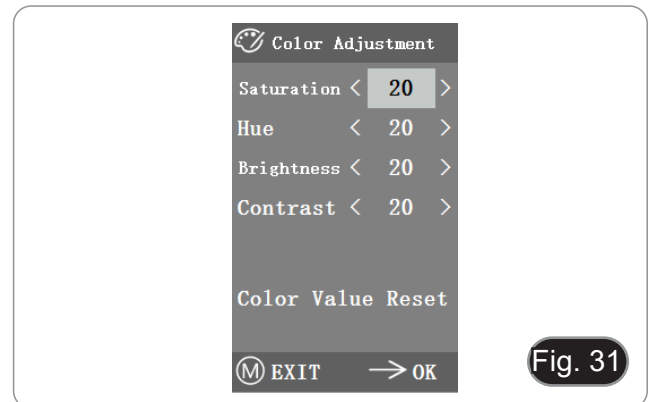

Fig. 31
1. Tras entrar en el menú de ajuste del color (Fig. 31), se pueden ajustar la Saturación, el Tono, el Brillo y el Contraste para que la imagen alcance el nivel deseado.